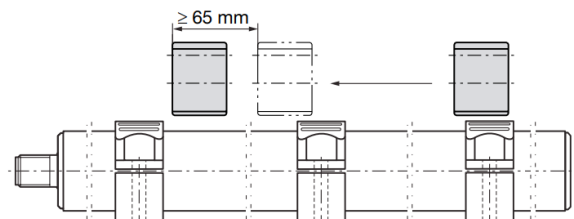

Bild 5-3: Mindestabstand bei Verwendung mehrerer Positionsgeber
- Bei Verwendung mehrerer Positionsgeber muss zwischen diesen ein Mindestabstand von 65 mm eingehalten werden (siehe Bild 5-3).